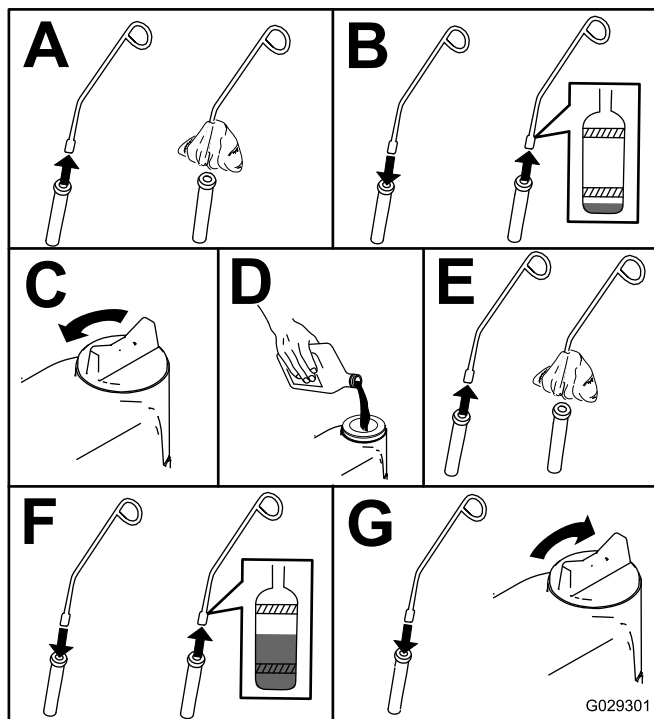

Figura 46
5. Compruebe el nivel de aceite y añada más aceite si es necesario (Figura 46).